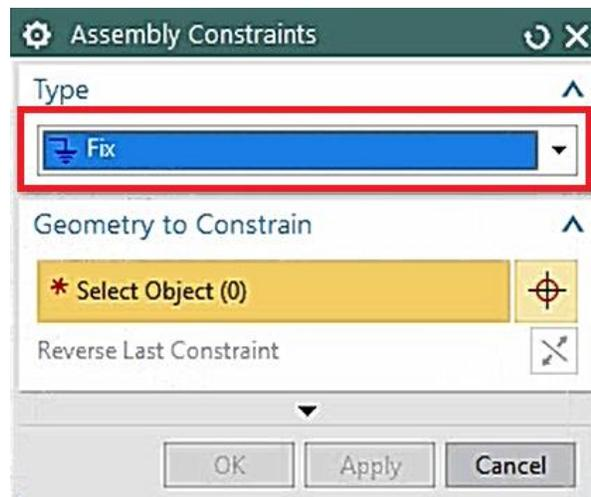

Figura 1.22 Restricción tipo *Fix*.
- Agregar una restricción de tipo *Fix*, seleccionando dado1.prt y dado2.prt (Figura 1.22).